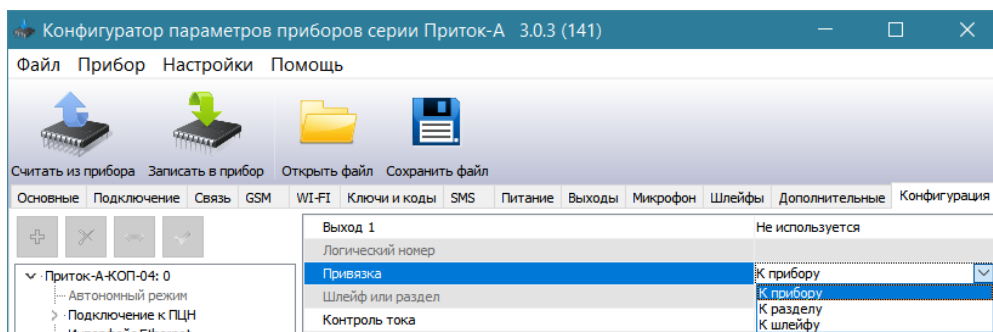

Рисунок 7
- 7). – Поле **«Привязка»** - привязка силовой ключ к прибору, разделу или шлейфу (см. рисунок 7).